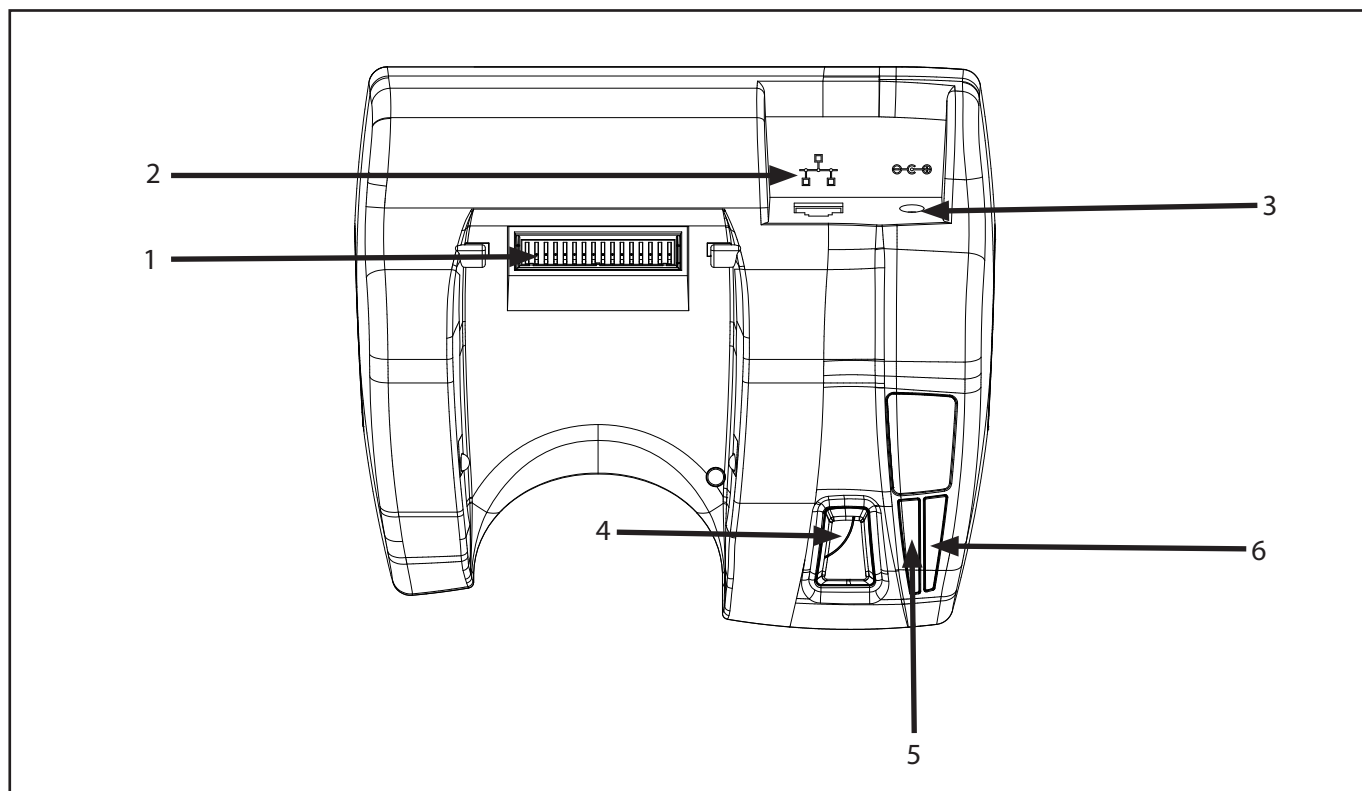

Рисунок 1. QLnEC
2. Подключите адаптер питания к задней панели подставки (№3. на рис. 1).
3. Подключите кабель сети Ethernet к задней панели подставки (№2 на рис. 1).
- Убедитесь, что светодиодный индикатор зарядки, расположенный на передней панели принтера, и светодиодный индикатор питания (№6 на рис. 1 и 2) на панели подставки включились.